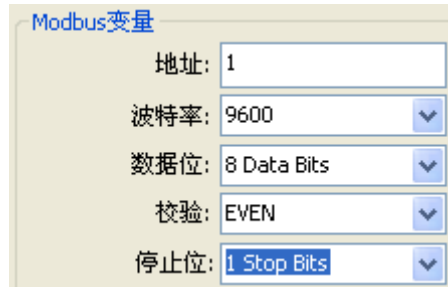

图 5.49 Modbus CRC 字节顺序选择
1. 选择“详细设计”->“Modbus 变量”->“CRC 字节顺序”对应的下拉框中，校验方式包括：Low-high 和 High-low，如图 5.49 所示：